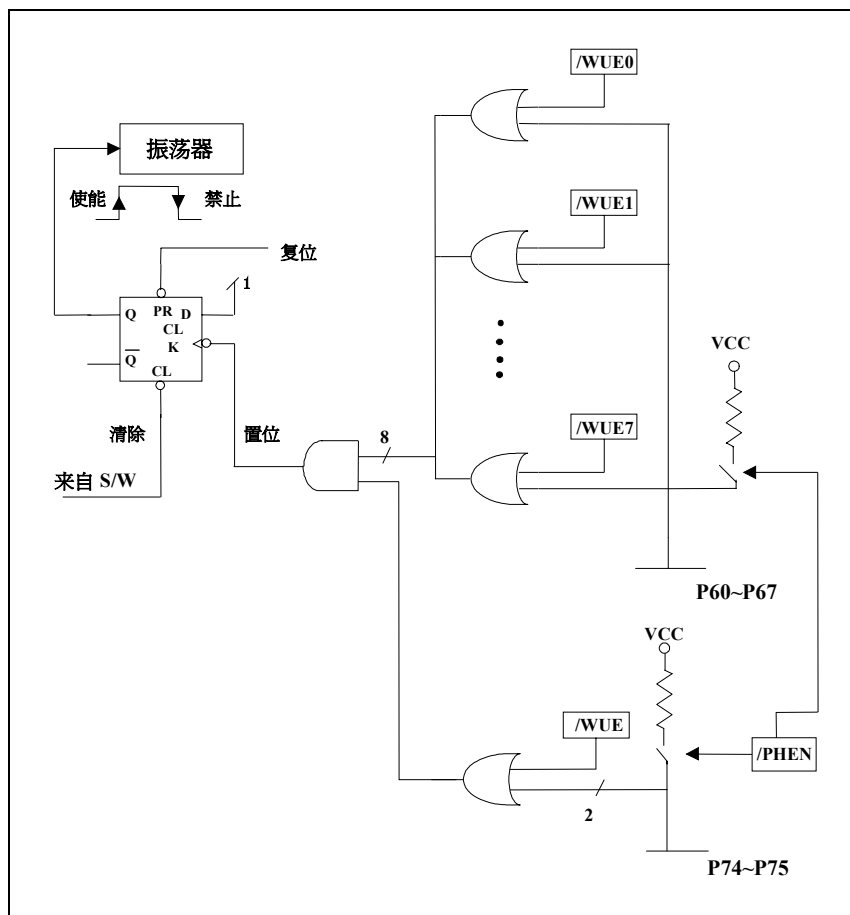

图 4-4 休眠模式和IO端口唤醒功能电路结构图
Bit 4 (SLPC): 此位在唤醒信号的低电平触发状态下由硬件置位，并由软件清零。SLPC 用于控制振荡器的运行。在唤醒信号的下降沿禁止(振荡器停振，微控制器进入Sleep 2 模式)；在唤醒信号的上升沿使能(微控制器从Sleep 2模式唤醒)。为了确保有一个稳定的振荡器输出，一旦振荡器再次被使能，在程序的下条指令被执行之前会有一个大约18ms¹的延时(振荡器启动定时器，OST)。在微控制器从休眠模式唤醒时，OST会被唤醒事件触发而不管代码选项寄存器的ENWDTB的值是否为“0”。唤醒后，如果代码选项寄存器的ENWDT位为“1”，则WDT被使能。Sleep 2模式和输入触发唤醒部分的结构描绘图在图4-4。SLPC位可读/写。
- (A) 图4-4所示的所有唤醒引脚为“0”。唤醒后，微控制器从接下来的地址处继续执行。对于此事件，在进入Sleep2模式前，应该选择（即输入引脚）并使能（即上拉，唤醒控制）触发源(P60~P67 和 P74~P75)的唤醒功能。唤醒后必须注意的是，不论代码选项的ENWDT为“0”或是“1”，WDT都将被使能。唤醒后的WDT操作(被使能或是禁止)应该通过软件编程做适当的控制。（请参考表6有关Sleep 2模式的详细设置步骤）
- (B) WDT溢出(如使能)或/RESET引脚的外部复位信号输入将触发微控制器复位。